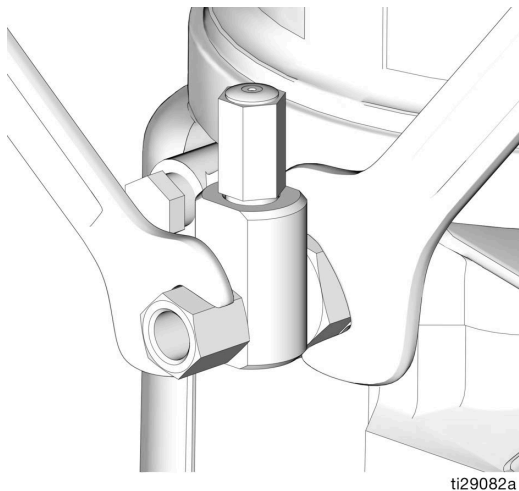

图 17
使用两个扳手，在泵元件和泵元件管件的相反方向上用用力来释放压力，然后慢慢松开接头，直到接头松动并且不再有润滑剂或空气从接头漏出。对安装的每个泵元件重复此步骤（图 17）。
- 当将任何东西连接到泵元件或辅助管件上时，务必在相反方向上使用两个扳手进行作业。示例可参见图 17。